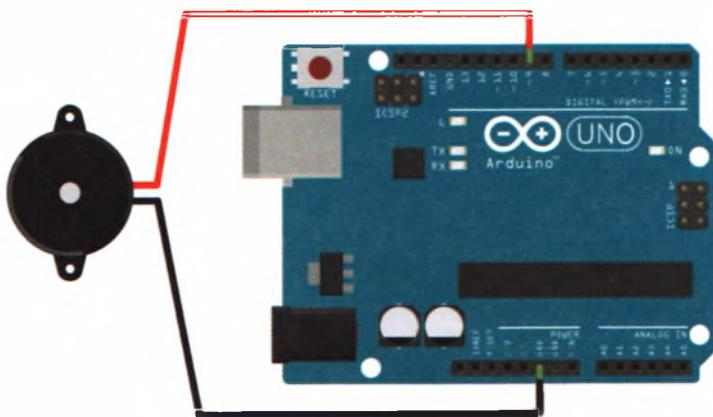

РИСУНОК 7.1
2. Убедитесь, что ваша цепь соответствует схеме на рис. 7.1, а затем загрузите в память Arduino код скетча, приведенный в разделе «Скетч» далее в этом проекте.